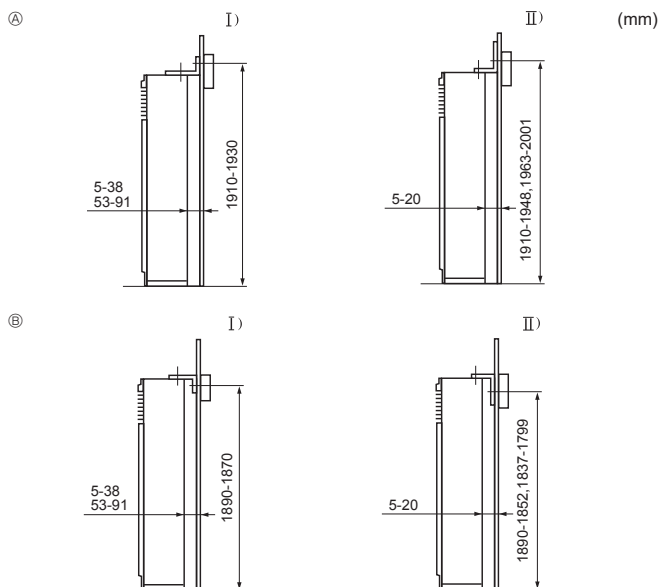

Fig. 3-3
- ① Applique anti-bascule
L'applique anti-bascule ① est installée sur la surface supérieure de l'appareil. Enlever les vis à tôle ② puis réinstaller l'applique, en suivant les indications de l'illustration. Pour obtenir les distances correctes d'installation, se reporter à la Fig. 3-3.
- Ⓤ Enlever la vis ② puis tirer la grille vers l'avant pour l'enlever.
#### 3.3. Installation de l'applique anti-basculé (Fig. 3-3)